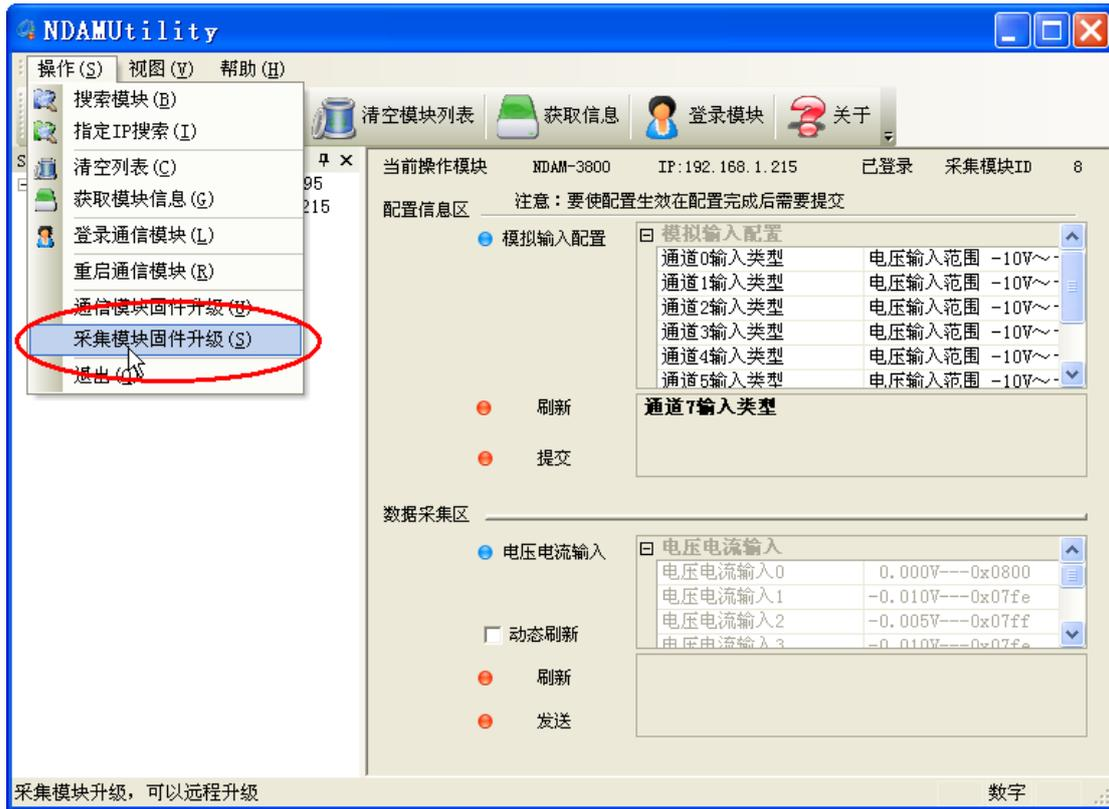

图 5.7 软件方式固件升级
- 1) 在模块工作模式下点击配置软件 NDAMUtility 上的“操作”菜单，并选择“采集模块固件升级”选项，如图 5.7 所示；